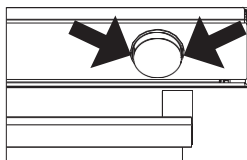
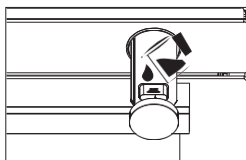
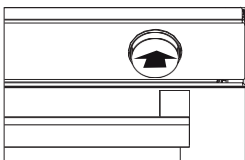
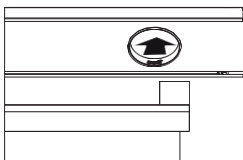

Рисунок 8
Рисунок 9
Рисунок 10
Рисунок 11
**1.** Извлеките контейнер для воды за точки, отмеченные стрелками. Наполните контейнер для воды (см. рис. 8) и установите его на место, перемещая в направлении стрелки (см. рис. 9) (см. рис. 10). По прошествии 10 минут предварительного нагрева перемещайте контейнер с водой в направлении стрелки, пока не услышите характерный щелчок (см. рис. 11).